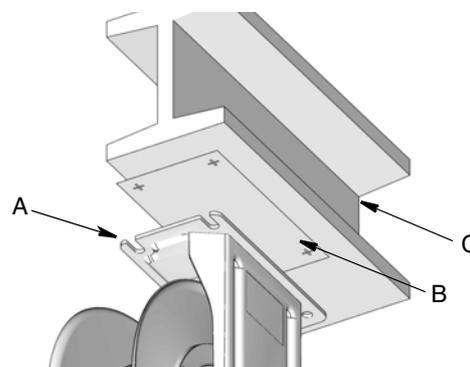

FIG. 9
2. Usare il modello di montaggio (FIG. 9 - B) per disporre la posizione dei fori di montaggio prima di eseguire i fori
3. Praticare i fori di montaggio nella trave a doppia T (C) (FIG. 9).